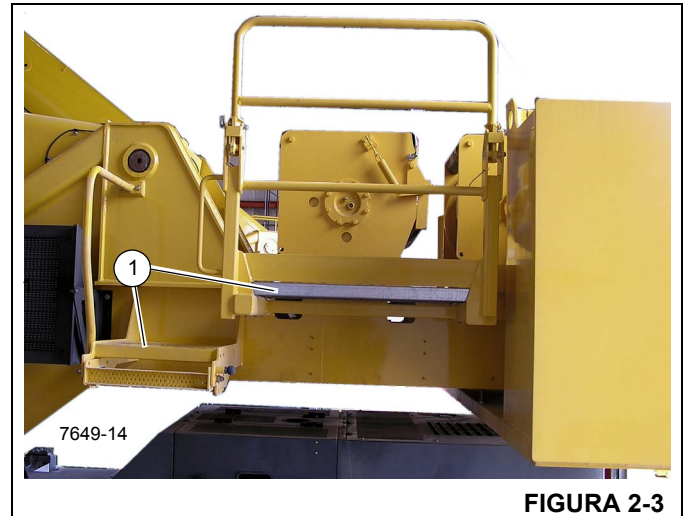

FIGURA 2-3
Utilice la plataforma de acceso al malacate (1) (Figura 2-3) al trabajar en la zona del malacate (máquinas con contrapeso fijo solamente).